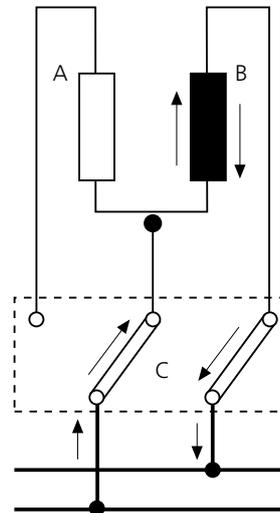

Fig. 12: Segunda posición de consumo medio.
4. Conexión únicamente de B: el consumo es medio (fig. 12).